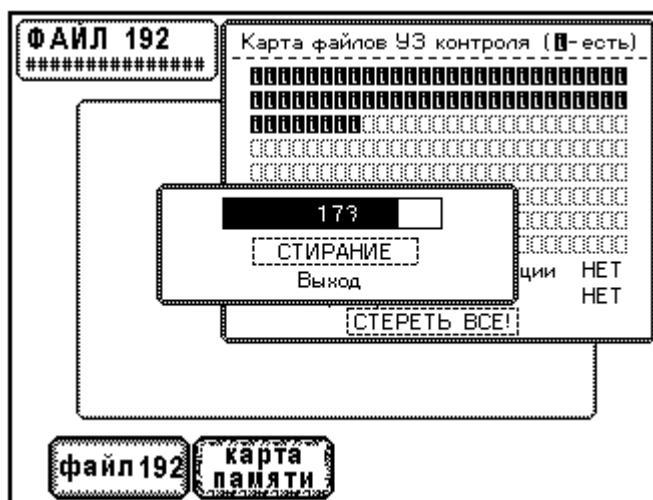

Рис.8.2.2. Процесс стирания памяти данных ультразвукового контроля.
Последний элемент меню «СТЕРЕТЬ ВСЕ!» предназначен для очистки файлов данных ультразвукового контроля. Выбор этого элемента с помощью кнопки \leftarrow открывает окно стирания файлов (Рис.8.2.2.).
3. Процесс стирания файлов отображается на индикаторе в верхней части окна (см. Рис. 8.2.2.). В центре индикатора выводится номер стираемого файла.